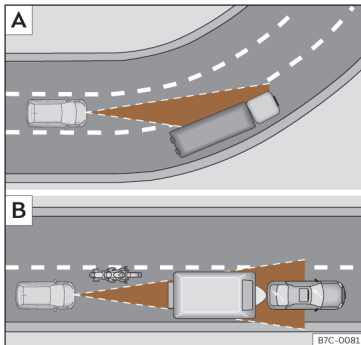

Abb. 105 **A** Fahrzeug in einer Kurve. **B** Vorausfahrender Motorradfahrer außerhalb des Erfassungsbereichs des Radarsensors.
Es ist möglich, dass die ACC das vorausfahrende Fahrzeug in der Kurve nicht erkennt oder die Entfernung mit Fahrzeugen, die sich auf anderen Fahrspuren befinden, einstellt »» **Abb. 105 A**.
- Versetzt fahrende Fahrzeuge oder Fahrzeuge, die außerhalb des Erkennungsbereichs des Sensors fahren, z. B. Motorräder. »» **Abb. 105 B**